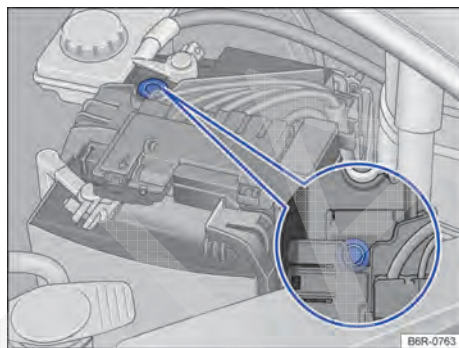

Fig. 109 No compartimento do motor: exemplo de posição do visor no lado superior da bateria do veículo.
- O visor redondo → Fig. 109 na parte superior da bateria do veículo muda de cor conforme o nível do eletrólito.